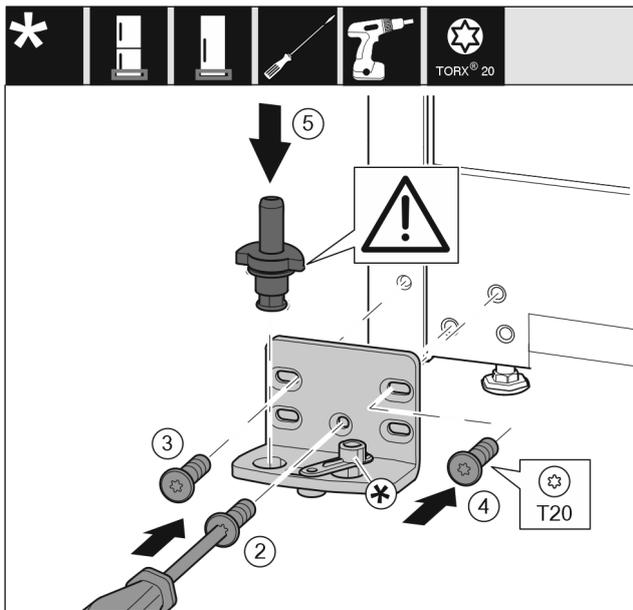

Fig. 20
- ▶ Lagerbock auf der anderen Seite ansetzen und mit Hilfe eines Schraubendrehers anschrauben. Mit der Schraube Fig. 20 (2) unten in der Mitte beginnen.
- ▶ Schraube Fig. 20 (3) und Schraube Fig. 20 (4) festschrauben.
- ▶ Lagerbolzen Fig. 20 (5) komplett einsetzen. Dabei darauf achten, dass der Rastnocken nach hinten zeigt.